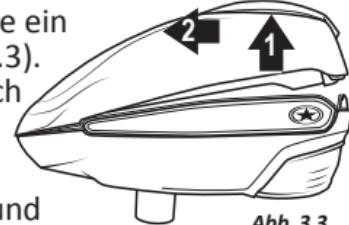

Abb. 3.3
- Heben Sie die obere Gehäusehälfte von der unteren ab. Kippen Sie sie ein wenig an, bis sie sich löst (Abb. 3.3).